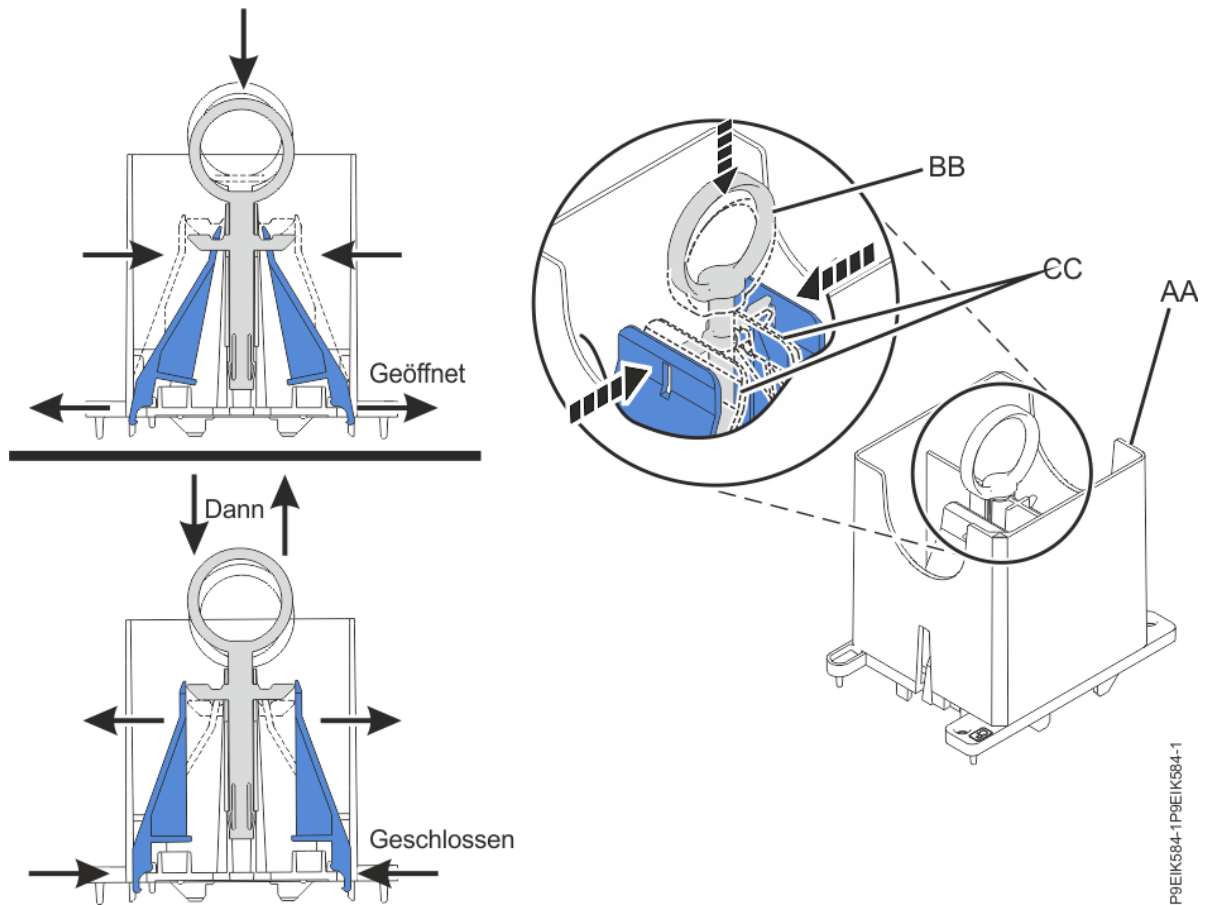

Abbildung 13. Sicherstellen, dass das Ausbauwerkzeug in der geöffneten Position ist
- a) Stellen Sie sicher, dass das Ausbauwerkzeug in der geöffneten Position ist (siehe Abbildung 13 auf Seite 16). Der mittlere Ring muss nach unten gedrückt werden und die blauen Hebel müssen nach innen gedreht werden.